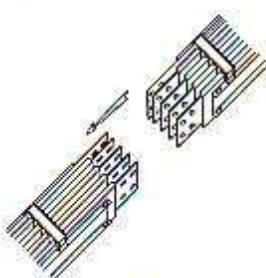

fig. 1
- 1 Eseguire la giunzione avvicinando i due elementi (fig. 1) effettuare la giunzione elettrica a mezzo viti e molle a tazza in dotazione avvitando con chiave dinamometrica (6Kg per CU - 5Kg per AL).